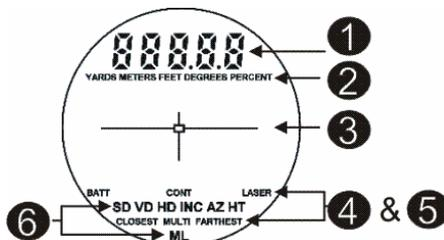

Abbildung 6
Abbildung 6 zeigt die LCD-Suchanzeige. Die interne Software des TruPulse 360°R ist in Optionen untergliedert. Jede Option repräsentiert eine spezielle Mess- oder Setupfunktion und verfügt über einen zugehörigen Anzeigeindikator. Die Abbildung und Tabelle unten enthalten Informationen über die einzelnen Indikatoren.
2. Vergleichen Sie die Anzeige im Sucher mit Abbildung 6 (siehe Seite 11), um zu überprüfen, ob alle Indikatoren korrekt funktionieren.